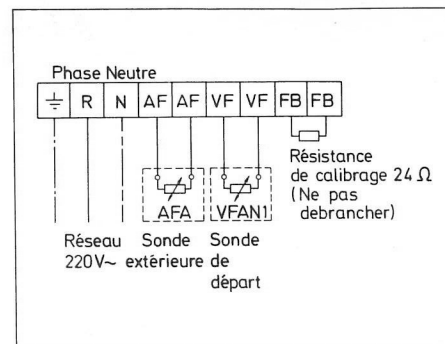

Fig. 6 Régulation par la température extérieure
- Régulation par la température extérieure, Fig 6